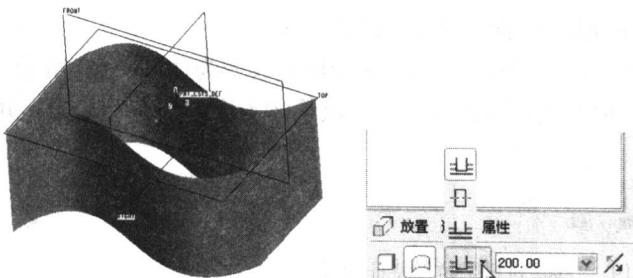

图 2-11 改变拉伸方向后的曲面 图 2-12 选择“对称拉伸”方式 图 2-13 对称方式生成的拉伸曲面
(6) 单击 $\square$ 按钮，重新返回编辑状态，单击按钮 $\times$ ，变换特征的拉伸方向，生成的曲面如图 2-11 所示。